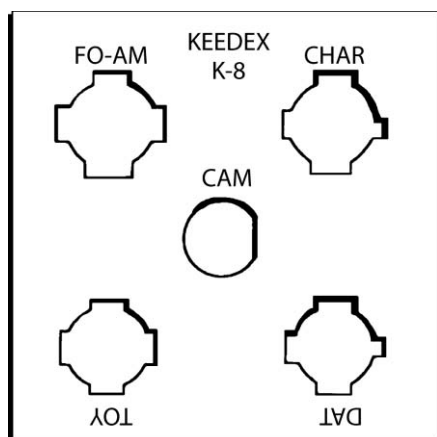

Рис. 5.13. Пластина для импрессии фиксирует замки на месте (С разрешения компании Keedex Mfg)
- ☐ Пластина для импрессии (для фиксации замков) (рис. 5.13)